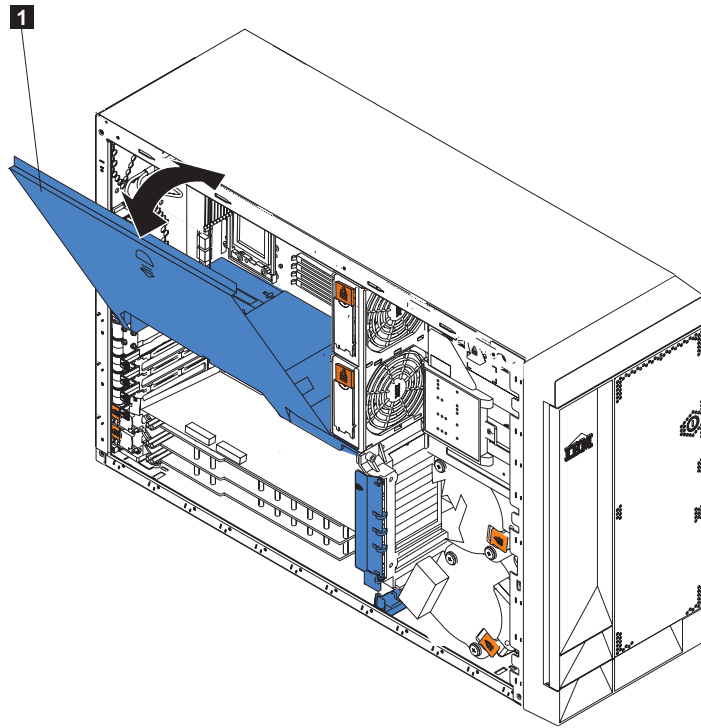
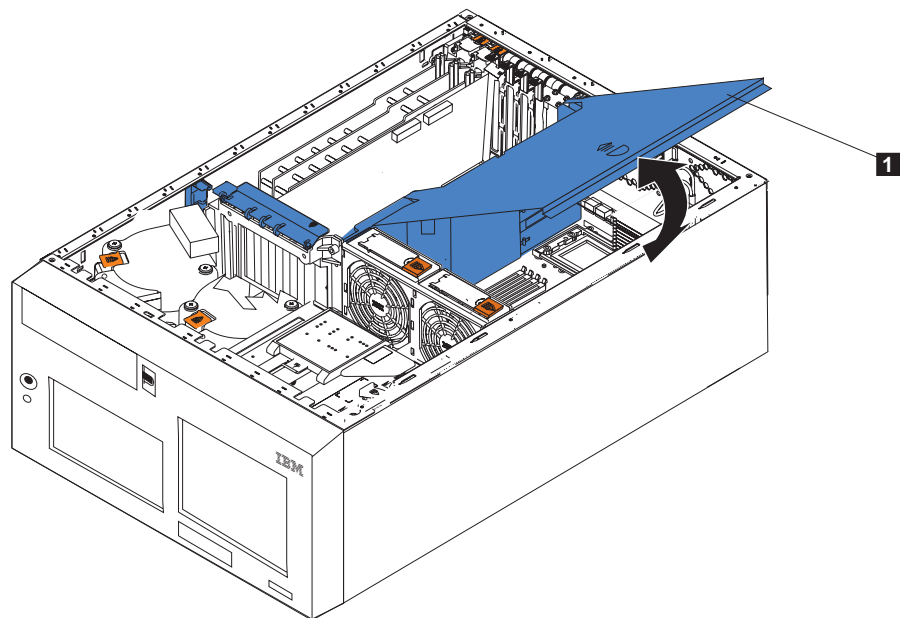

图 65. 打开气流隔板组件盖板 (型号 25T)
图 66. 打开气流隔板组件盖板 (具有机架安装转换功能的型号 25T)
4. 打开气流隔板组件上的盖板，如第 85 页的图 65 和第 85 页的图 66 所示。
3. 打开气流隔板组件上的盖板。有关图例，参见第 85 页的图 65 和第 85 页的图 66。